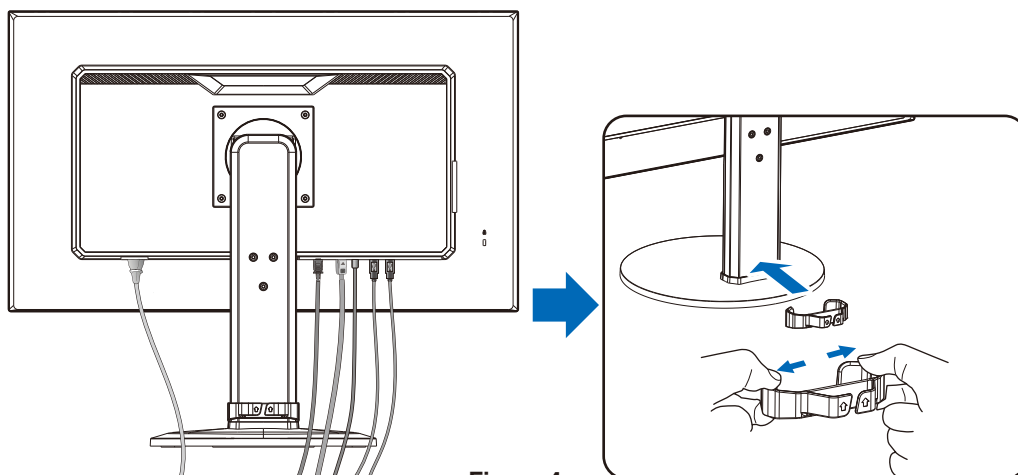

Figura 4
4. Posizionare il supporto cavi sul supporto (**Figura 4**).